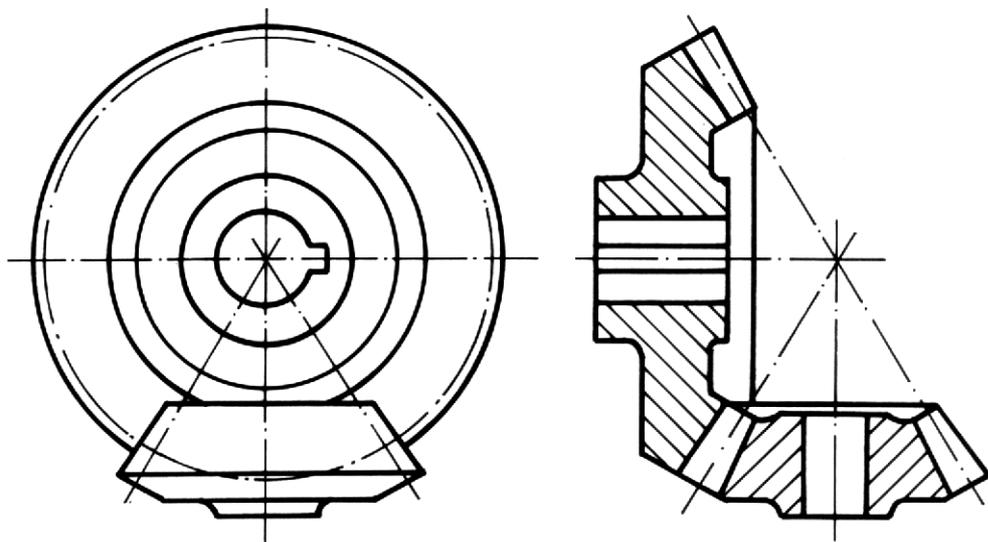

Figura 8
- se ambas as engrenagens são representadas em seção axial, uma das duas escolhidas arbitrariamente assume a parte escondida da outra (ver Figura 8).